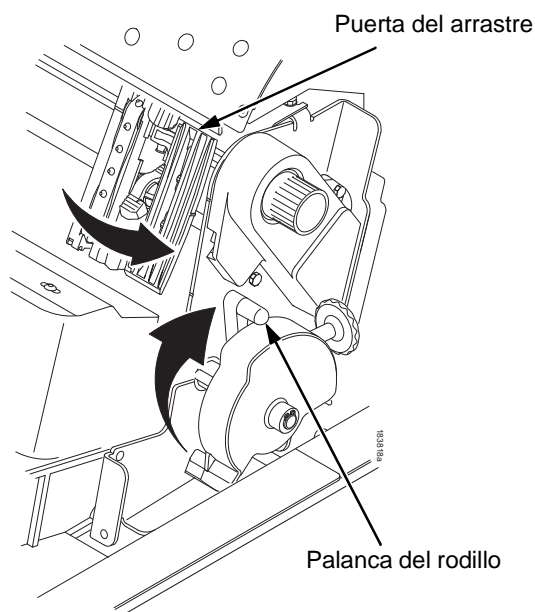

Figura 77. Liberación de la palanca del rodillo
2. Levante la palanca del rodillo hasta el tope (consulte la Figura 77).